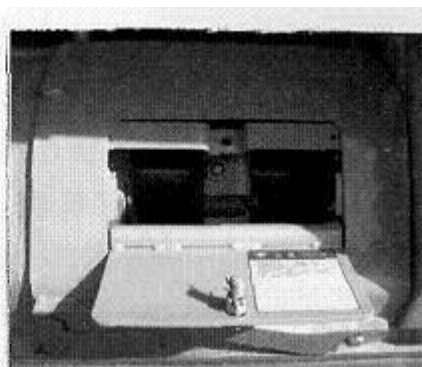

Рис. 35
- 2) регулировочный шток натяжного колеса (2 точки) (Рис. 35)